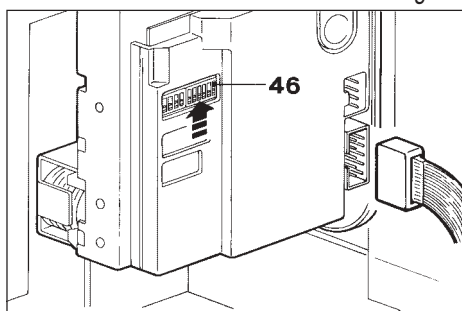

Fig. 17
- Conectar el cable-cinta a al monedero (Fig. 17).
- Es posible ajustar el monedero para que no acepte algunos tipos de monedas esto se puede ajustar variando la posición deseada el Dip-switch (46) del monedero. Desplazar los cursores de los canales que se deben bloquear hacia arriba (Fig. 17).